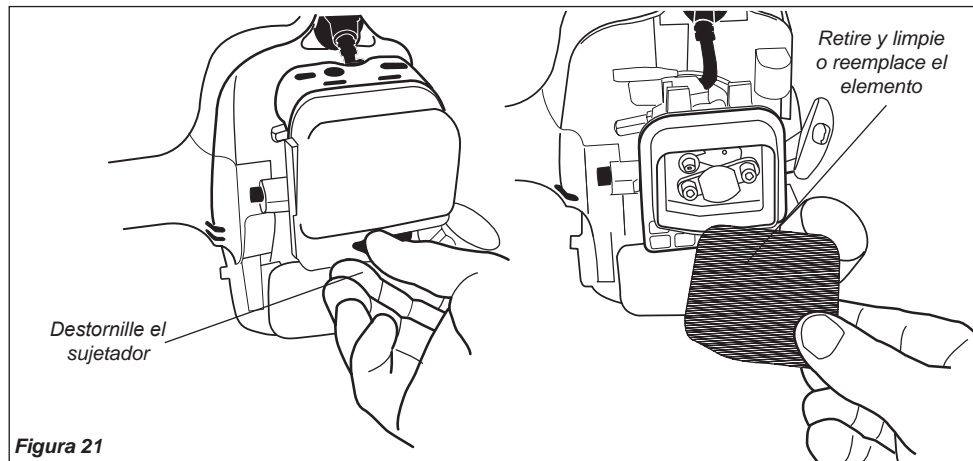

Figura 21
- Retire el elemento del filtro de aire. Consulte la figura 21. Limpie o reemplace como sea necesario. Para lavar el elemento: Lavelo meticulosamente con agua y jabón. Deje que seque antes de reinstalarlo.